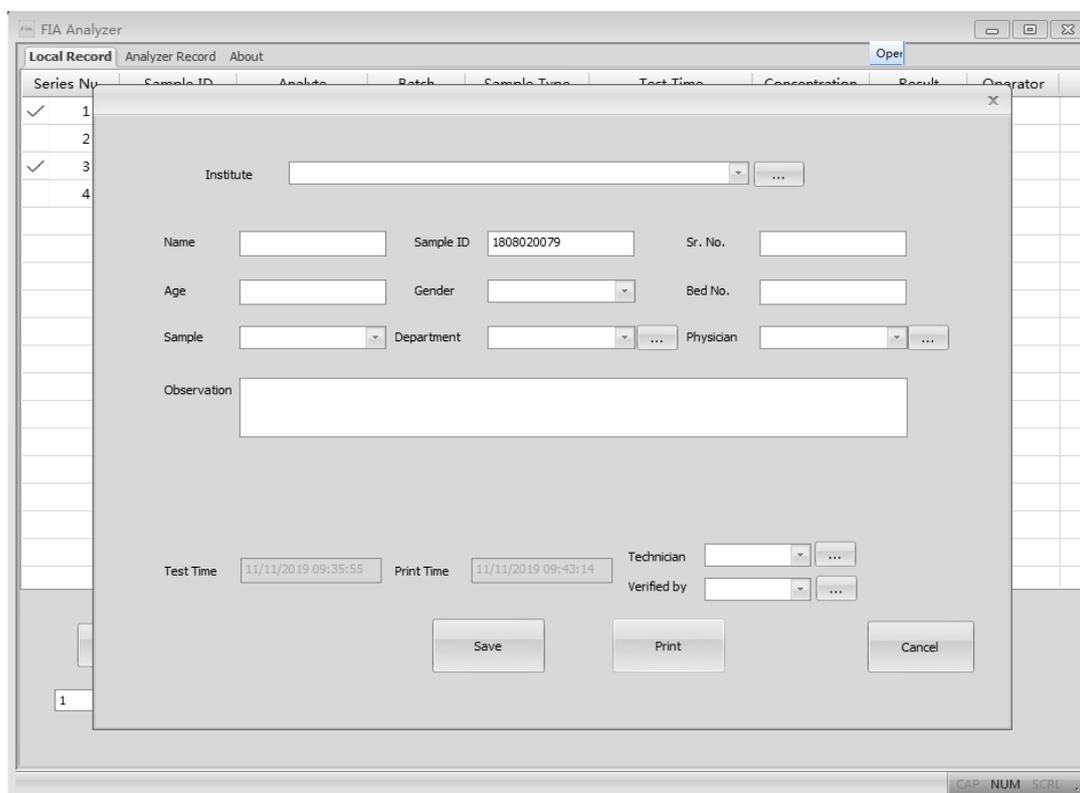

Fig 44
- “Print”: Seleccione los elementos que se imprimirán y haga clic en el mandato Print, la pantalla aparece como Fig 44.La información sobre instituto y paciente debe ser rellenado.